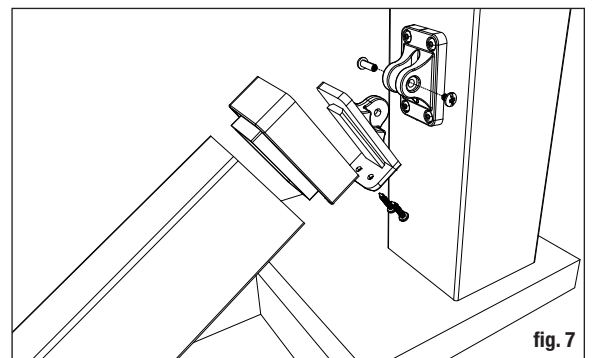

fig. 7
Paso 6 Desarme la bisagra del soporte de la escalera y fije el soporte en L y la cubierta del soporte a los barandales. Coloque la placa de la bisagra sobre el poste, en la línea marcada previamente. Céntrela y marque las ubicaciones de los tornillos. Pretaladre solamente la cobertura del poste, utilizando una broca de 64 mm (1/4 pulg.). Fije cada placa de bisagra al poste usando cuatro tornillos de 4.4 cm (1-3/4 pulg.) de largo (consulte la fig. 7).
Paso 8 Posicione el barandal inferior entre los postes y fije la placa de la bisagra al soporte armado del barandal de escalera, usando los pernos de sujeción (consulte la fig. 7).